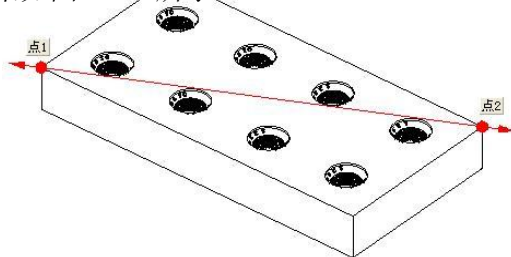

图5-32
9. 在【曲线】工具条中单击 **直线** 按钮，弹出【直线】对话框，通过两点绘制线段，结果如图 5-32 所示。